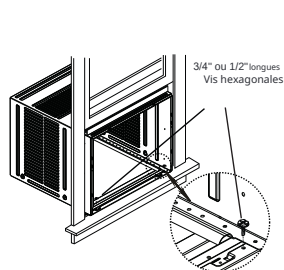
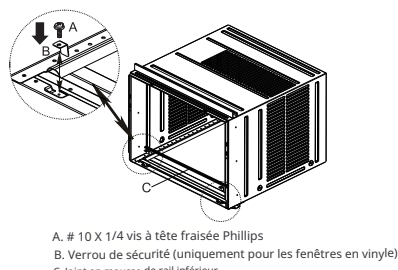

Fig.13
Fig.13B
4. Pour une fenêtre en bois : Fixez l'armoire au rebord intérieur de la fenêtre avec deux vis dans les trous (Fig.13) (Vous pouvez pré-percer des trous pilotes). Pour une fenêtre en vinyle : Placez deux verrous de sécurité dans les trous situés au bas de l'armoire et enfoncez deux vis de verrouillage Phillips à tête plate n°1 0X1/4" à travers les verrous de sécurité dans l'armoire comme indiqué (Fig.13B).